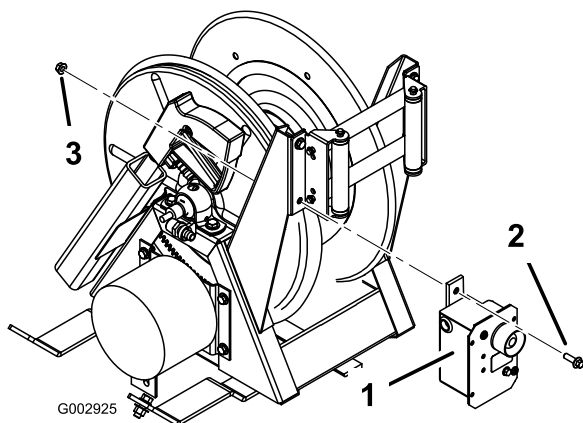

Figura 6
6. Retire y deseche el perno y la tuerca del soporte de rodillo inferior interior del carrete de la manguera e instale la caja eléctrica en el hueco (Figura 6), usando un perno con arandela prensada (5/16 x 1 pulgada) y una tuerca con arandela prensada (5/16 pulgada).